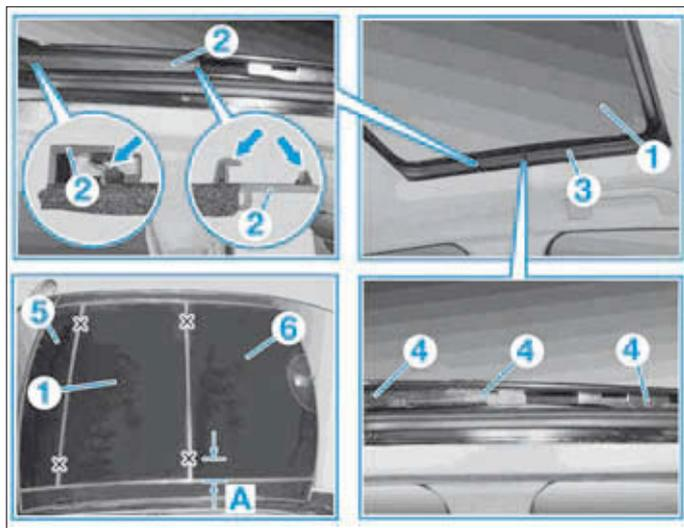

FIG. 61
- Positionner la vitre mobile de toit ouvrant (1) en position entrebâillée (Fig.61).
- De chaque côté, déposer le recouvrement (2).
- Détacher le joint (3) au niveau des vis (4).
- Déposer les vis (4).
- Sortir la vitre mobile de toit ouvrant (1).